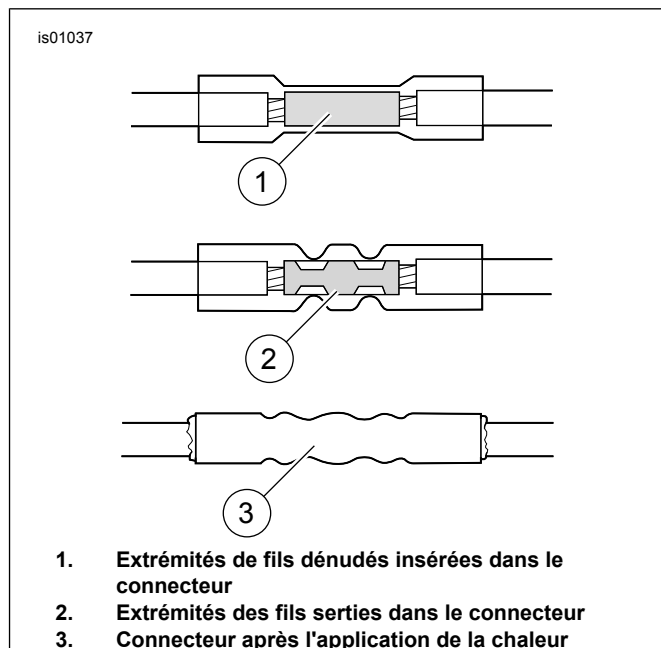

Figure 8. Connexions d'épissures scellées
- e. Consultez Figure 8 . À partir des extrémités coupées, insérez un fil orange/blanc dans une extrémité du connecteur d'épissure. Dans l'autre extrémité du connecteur d'épissure, insérez l'autre fil orange/blanc avec le fil rouge du harnais de l'adaptateur.
- d. Consultez Figure 8 . Insérez le fil orange/blanc de l'étape 4b dans une extrémité du connecteur d'épissure scellé. Insérez le fil rouge du harnais de l'adaptateur dans l'autre extrémité du connecteur d'épissure scellé.